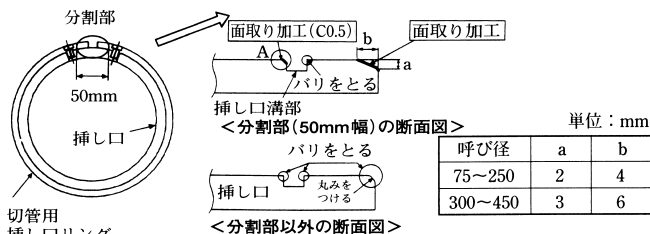

図58 挿し口のバリ取りおよび端面処理
- ③やすりまたはグラインダなどを使用して、加工部に発生したバリを取り、挿し口端面に丸みをつける。また、図58のように、切管用挿し口リングの分割部が位置する箇所(幅50mm)の挿し口端面には、2×4mm(呼び径75～250)または、3×6mm(呼び径300～450)の面取り、挿し口溝部(A部)にC0.5程度の面取りを行う。
切管用挿し口リングの分割部が位置する箇所の挿し口端面には、必ず図58に示す面取りを行ってください。面取りが不十分な場合、ゴム輪に傷がつき漏水する恐れがあります。